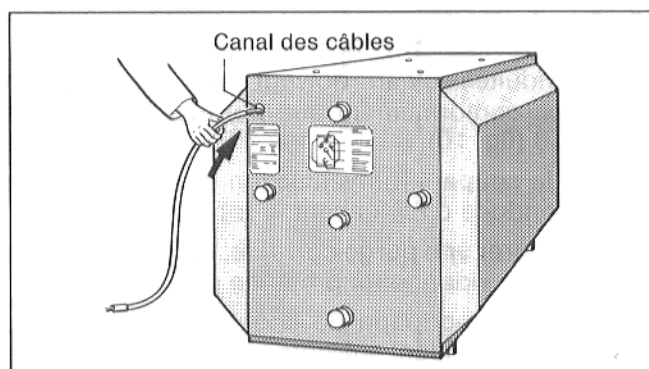

Fig. 6
- Introduire la sonde de l'aquastat d'ECS* par la paroi arrière du préparateur dans l'ouverture du canal des câbles (fig. 6).